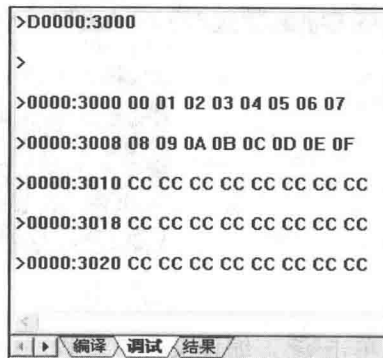

图 1.1.7 观察程序运行结果
9) 单击  按钮运行程序,待程序运行停止,观察程序运行结果,仍使用命令 D0000: 3000 来观察数据变化,如图 1.1.7 所示。